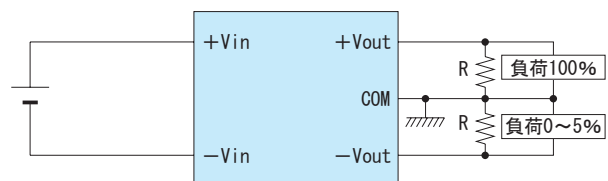

図6.1 負荷アンバランス時の出力上昇対策例
■図6.1に示すように片側負荷が0~5%となるような負荷アンバランスになる場合、負荷率の低い側の出力電圧が20%以上上昇する場合がありますので、出力端子間にブリーダー抵抗Rなどを外付けしてください。